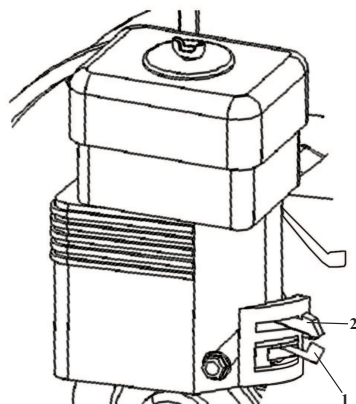

рис. 5
7.3.2 Переведите топливный кран в положение «ON» (рис. 5, поз. 1)
- переведите рычаг управления воздушной заслонкой (рис. 5, поз. 2) до упора вперед;
- дайте поработать двигателю несколько минут, после чего переведите рычаг воздушной заслонки (рис. 5, поз. 2) в положение необходимой вам скорости работы.
7.3.4 Запуск «горячего» двигателя. При запуске прогретого двигателя нет необходимости устанавливать рычаг управления воздушной заслонкой в положение «до упора вперед». Перед запуском прогретого двигателя установите рычаг воздушной заслонки (рис. 5, поз. 2) в среднее положение между «Полностью закрыта» и «Полностью открыта». Далее запустите двигатель как указано в п. 7.3.3 .